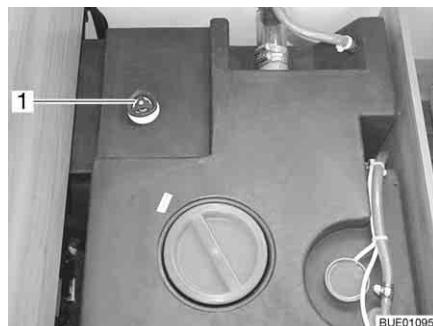

Bild 197 Wassertank mit Drehgriff
- Auf dem Wassertank den Drehgriff (Bild 197,1) entgegen dem Uhrzeigersinn über den Widerstand hinaus bis zum Anschlag drehen, um die Ablauföffnung vollständig zu öffnen.